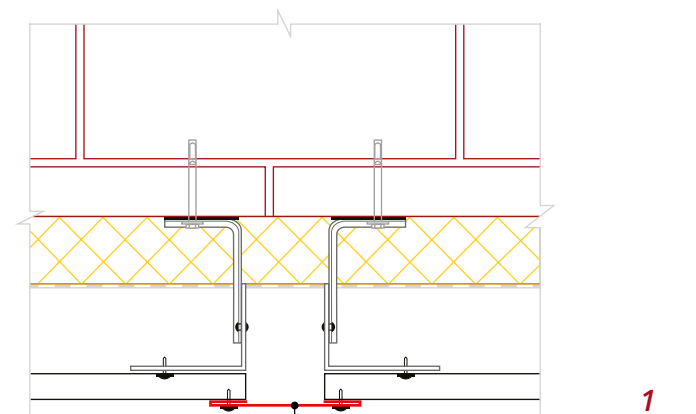

Рис. 13
- Планку стыковочную простую **1** крепите после монтажа панелей сайдинга (рис. 13). Рекомендуется использовать саморезы ПШС с окрашенной головкой, вытяжные заклепки или кровельные саморезы 5.5*19.